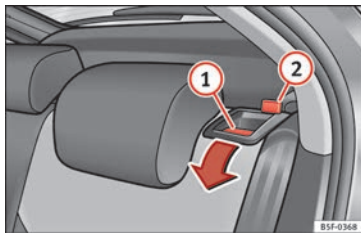

Fig. 150 Palanca de desbloqueo del respaldo.
- Pulse la palanca de desbloqueo » » fig. 150 ① en el sentido de la flecha.
- Levante el respaldo hasta que encastre bien » » ⚠. Si ha encajado correctamente, ya no se deberá poder ver la marca roja del pasador » » fig. 150 ②.